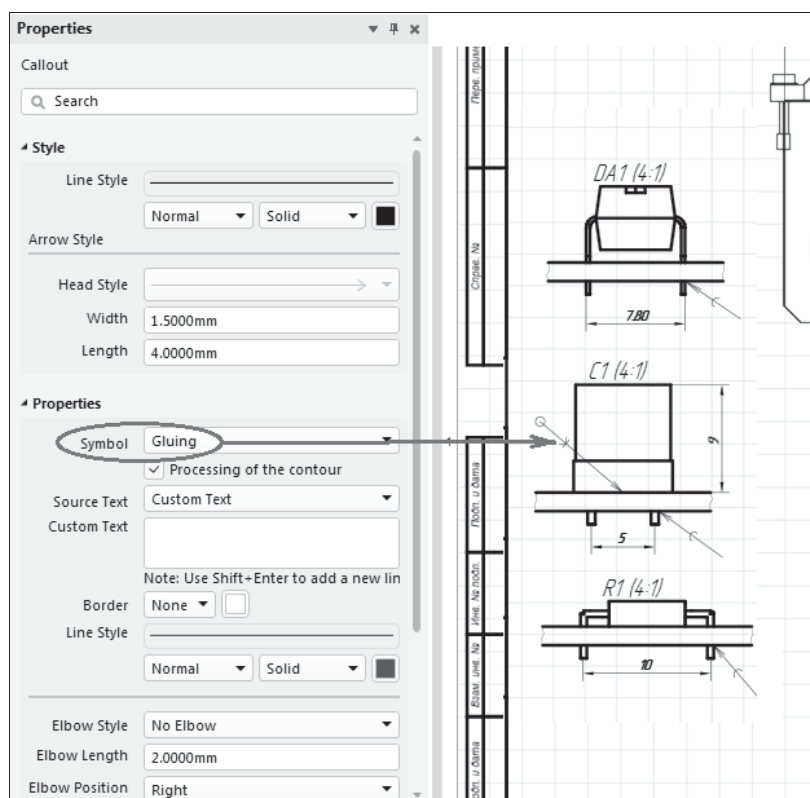

Рис. 12.17. Настройка обозначения клевого шва и пайки: панель **Properties** (слева); вид на чертеже (справа)
2. Щелчком левой кнопкой мыши на изображении выноски активизируйте панель **Properties** (рис. 12.17, слева) и настройте изображение признаков клевого или паяного шва/соединения:
- в поле **Symbol** — назначьте вид символа (рис. 12.17, справа):